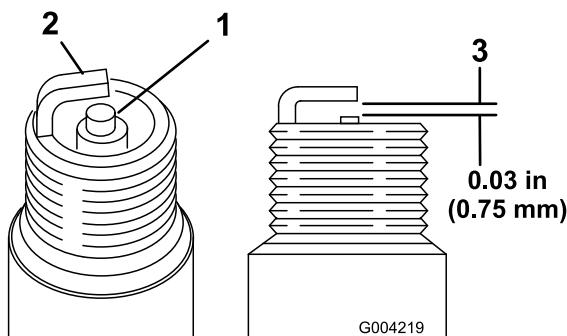

Рисунок 36
1. Осмотрите середину обеих свечей зажигания (Рисунок 36). Если вы видите на изоляторе светло-коричневый или серый налет, то двигатель работает должным образом . Черный налет на изоляторе обычно означает, что загрязнен воздухоочиститель.
2. Проверьте зазор между центральным и боковым электродами (Рисунок 36).
3. Если зазор неправильный, отогните боковой электрод (Рисунок 36).